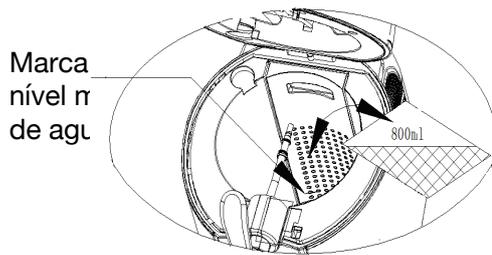

Figura 8
5. Coloque 800 mL de agua en la cavidad de enfriamiento o vierta agua hasta la marca máxima (como se muestra en la Figura 8). (El aparato puede trabajar sin agua, pero no mostraría el mejor rendimiento)